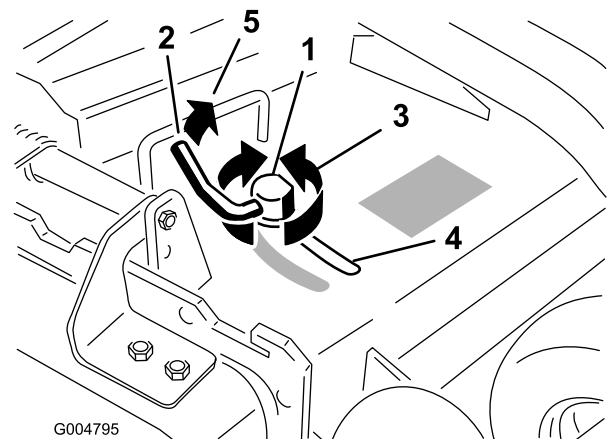

Figure 20
3. Pour régler le verrou à came, soulevez le levier pour desserrer le verrou (Figure 20).
5. Repoussez le levier à sa position d'origine pour serrer le déflecteur et le verrou (Figure 20).